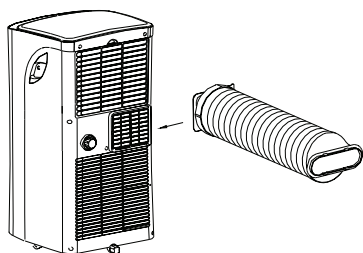

Fig.18
2. Fixati furtunul de evacuare in grila de evacuare conform FIG. 18